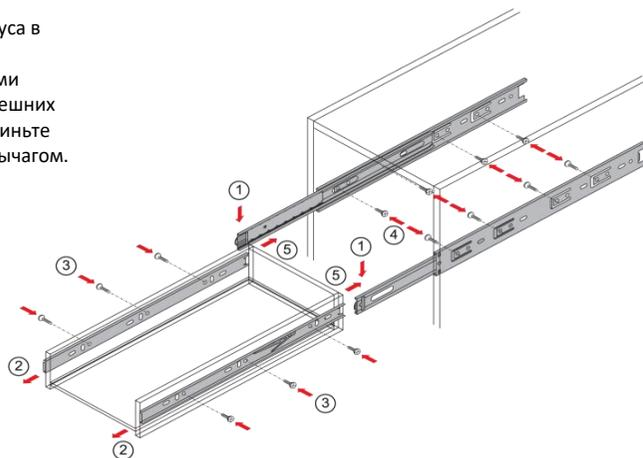

Рис.6 Схема установки направляющих
1. На стенках вертикальных поз.1,2 шурупами 3,5x16 закрепить шариковые направляющие по разметке, предварительно разъединив их на части путем нажатия на стопор (рис.6,7).